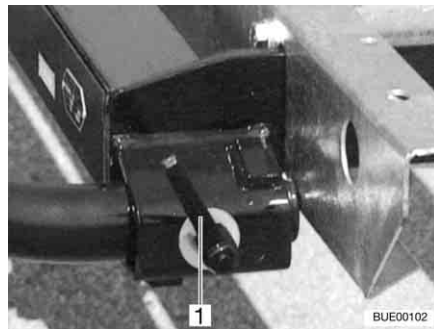

Bild 6 Schnellverschluss
- Träger links und rechts in die Aufnahmen am Rahmen stecken und mit je einem Schnellverschluss (Bild 6,1) sichern.
- Schnellverschluss (Bild 6,1) lösen und Träger aus den Aufnahmen am Rahmen herausziehen.